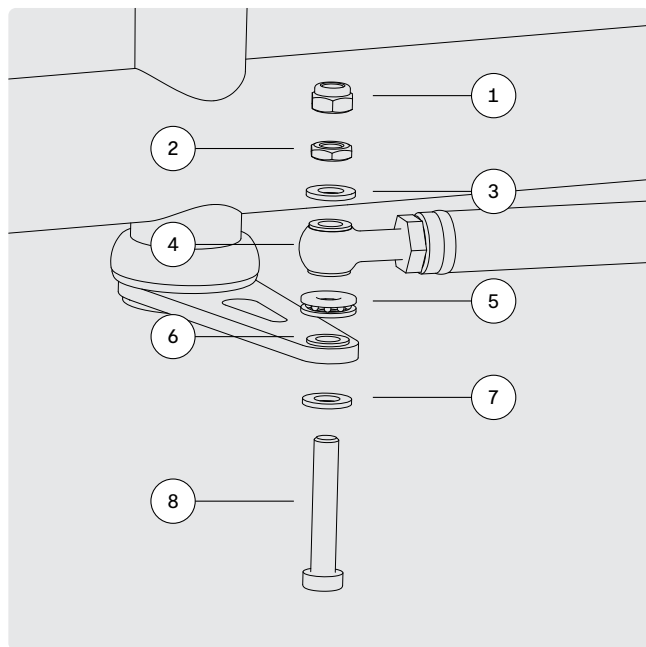

FIG. 10
- 1 Superposez la patte du tube de guidon et la vis à œil de la tringlerie de direction et glissez les différents éléments dans l'ordre prescrit les uns sur les autres en procédant comme indiqué dans la Fig. 10 sur la page suivante.